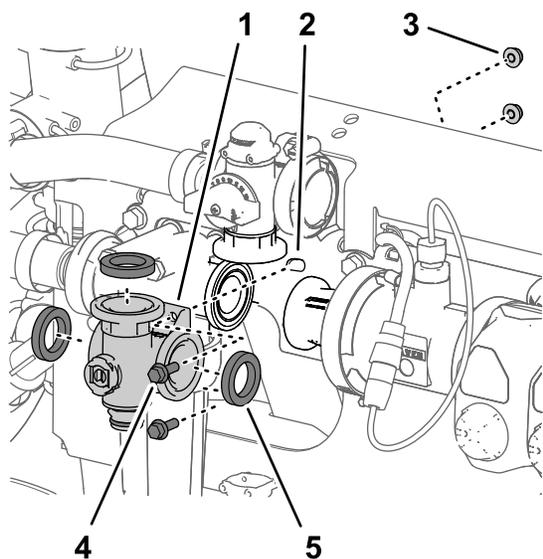

**Figura 108**
1. Retire o pino de ligação rápida que prende o acoplador de ligação rápida para o tubo da agitação ao coletor para a válvula de agitação (Figura 108).
2. Retire as 3 braçadeiras da flange que prendem o coletor da válvula de agitação às flanges da cabeça do filtro de pressão e ao adaptador do acoplamento (Figura 108).